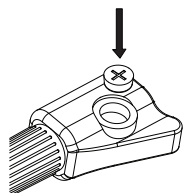

Fig.2
- Coloque a bateria CR2032 no compartimento da bateria, o lado positivo da bateria (+) deve estar voltado para fora (fig.2)